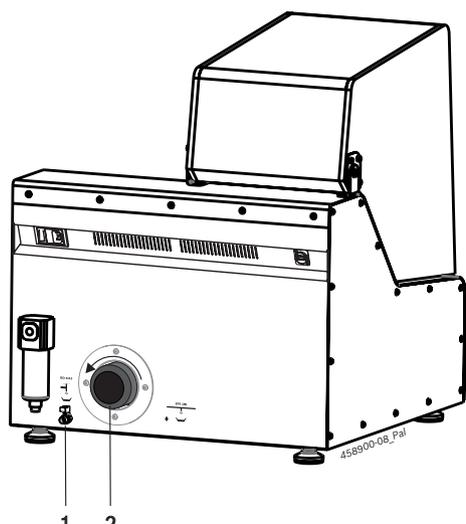

Рис. 40: Замена фильтра испытательного масла
2. Демонтировать фильтр испытательного масла (Рис. 40, поз. 2) и проследить за тем, чтобы вместе с фильтром было демонтировано плоское уплотнительное кольцо. Утилизировать фильтр испытательного масла и плоское уплотнительное кольцо.